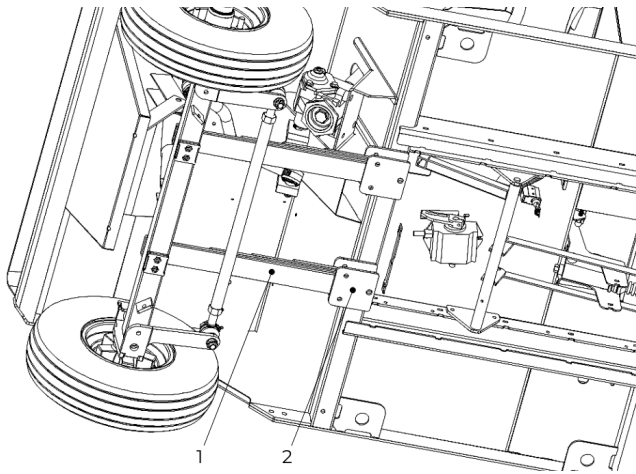

Figure 31. Plaques de montage de la suspension en avant.
- Plaques de montage de la suspension avant (2) (voir figure 31).